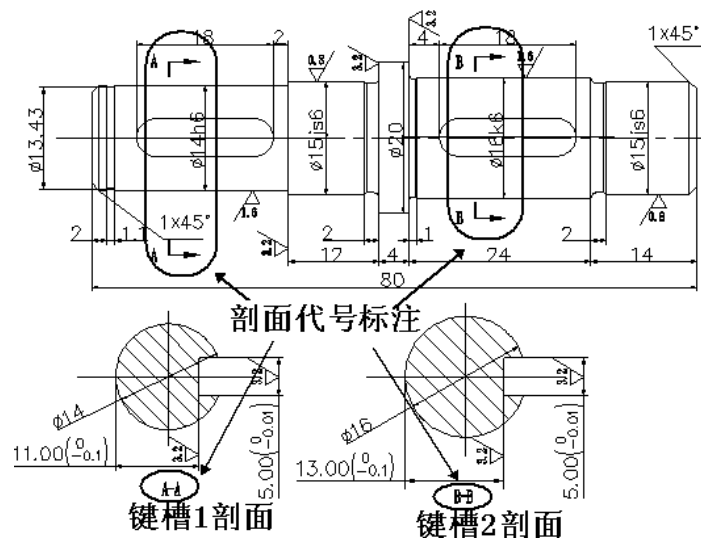

图 11
2) 剖面代号标注: 由于要对轴中键槽进行剖面图的绘制, 浩辰机械国标图库提供了键与键槽的插入功能, 所以在这里须再次调用国标图库, 按前面介绍的步骤选择“键与槽” → “键槽”选择“普通平键槽 (轴)”, 设置键槽 1 参数: $d=14$, $b=5$, $t=$, $r=0.16$; 键槽 2 参数 $d=16$, $b=5$, $t=$, $r=0.16$, 根据系统系统提示插入键槽 1 和键槽 2 剖面图。结果如图 11 此处还用到了修改标注、粗糙度标注等功能 (这里不再作介绍)。